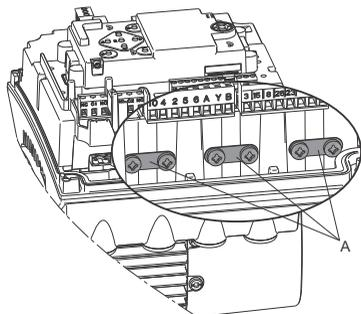

Abb. 63 Anschließen der Kabelschirme an Masse
7. Schließen Sie die Kabelschirme der Buskabel an Erde an. Verwenden Sie dazu eine der Erdungsklemmen (Abb. 63, A).